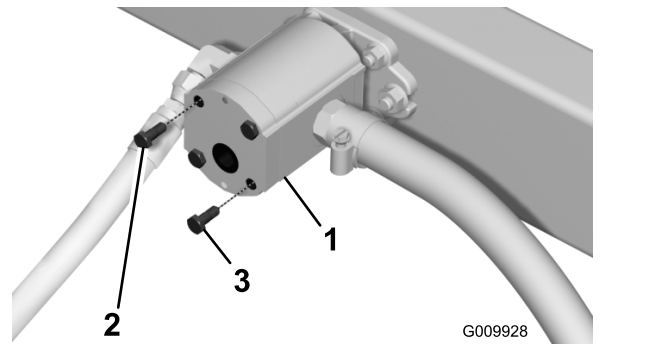

Bild 5
3. Entfernen Sie die Schrauben oben links und unten rechts von der vorhandenen Pumpenplatte (Bild 5).